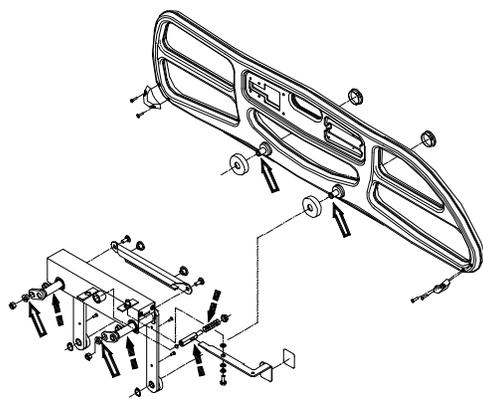

Figure 2.2B
- ___ Le plongeur et le ressort du plongeur des côtés de lit (voir fig. 2.2B, page 11);
- ___ Le bras coulissant des côtés de lit (voir fig. 2.2B, page 11).
- ___ Les essieux des côtés de lit ainsi que les manchons des plaques de transfert (voir fig. 2.2B, page 11).